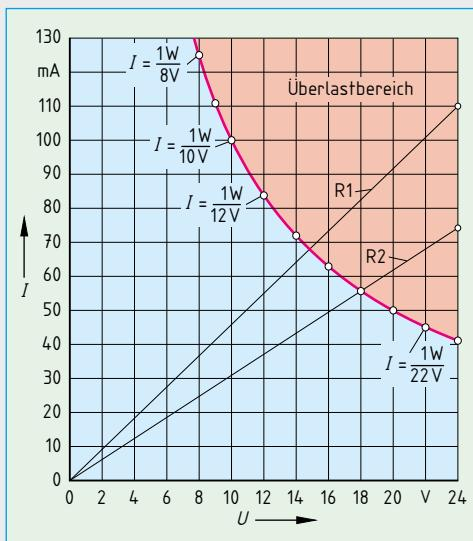

Bild 2: Widerstandskennlinien mit Leistungs-hyperbel für 1-Watt-Grenzbelastung
c)  $P = U \cdot I \Rightarrow I = \frac{P}{U}$  Für  $P = 1\text{-W-Grenzbelastung}$  Spannungswerte vorgeben und dazugehörige Stromwerte errechnen, Bild 2.